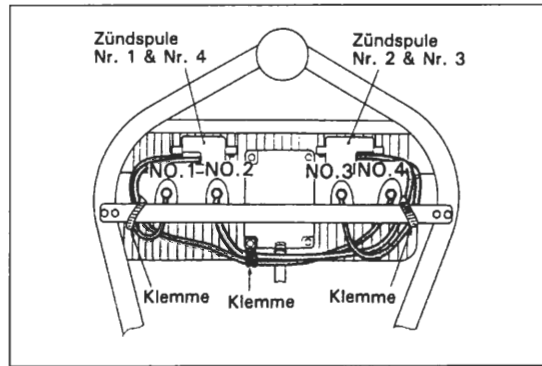

Bild 156
- Zündkerzenstecker (an Kabeln numeriert) der Zylindernumerierung entsprechend (von links nach rechts in Fahrtrichtung gesehen) montieren (Bild 156).